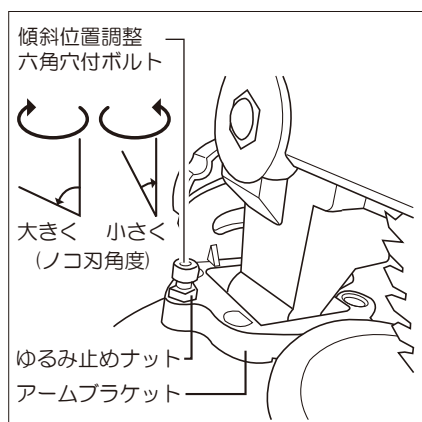

図18
- ④▼部と角度目盛に狂いがありましたら本機を起し、アームブラケット左側の傾斜位置調整六角穴付ボルトのゆるみ止めナットをゆるめます。(図18参照)
- ⑤傾斜位置調整六角穴付ボルトを回し、ノコ刃を傾斜させたときに▼部が角度目盛の45度に合うように調整してください。(右に回すとノコ刃傾斜角度が大きくなり、左に回すと小さくなります。)(図18参照)
- ⑥調整が完了したら傾斜角度固定ノブを締め、本機を固定し、傾斜位置調整六角穴付ボルトのゆるみ止めナットを締め付けてください。